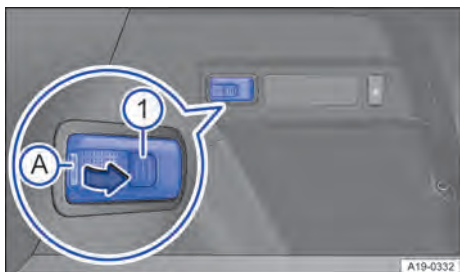

Fig. 199 En el lado derecho del maletero: unidad de iluminación extraíble.
En función del equipamiento, en un soporte del maletero hay una unidad de iluminación extraíble → fig. 199.
- Agarre la unidad de iluminación por la zona → fig. 199 A.
- Para encender la unidad de iluminación, pulse la tecla → fig. 199 ①. La unidad de iluminación ilumina con la mayor intensidad.
- Según la versión, pulse de nuevo la tecla → fig. 199 ① para bajar la intensidad al 50 %.
- Pulse de nuevo la tecla → fig. 199 ① para apagar la unidad de iluminación.
Apague la unidad de iluminación y encájela en su soporte en el sentido contrario al de la flecha → fig. 199.
- Desprenda la tapa de las pilas haciendo palanca con un objeto fino por debajo de la zona → fig. 199 A.